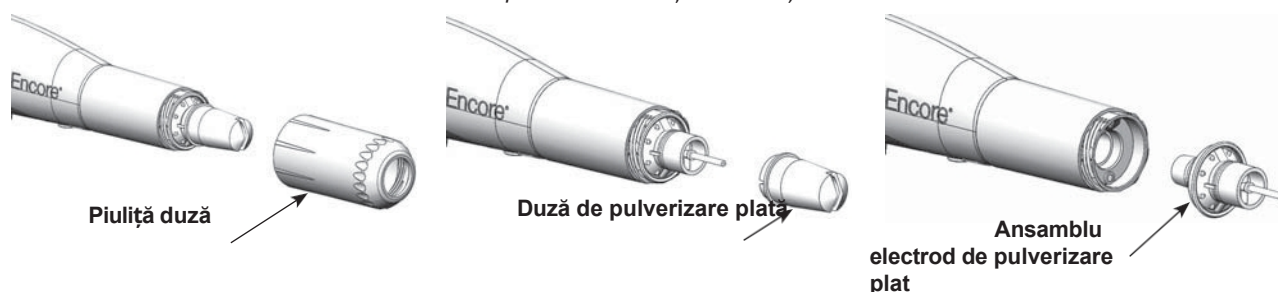

Figura 6 Schimbarea unei duze de pulverizare plate
2. A se vedea figura 6. Deșurubați piulița duzei în sensul invers acelor de ceasornic.